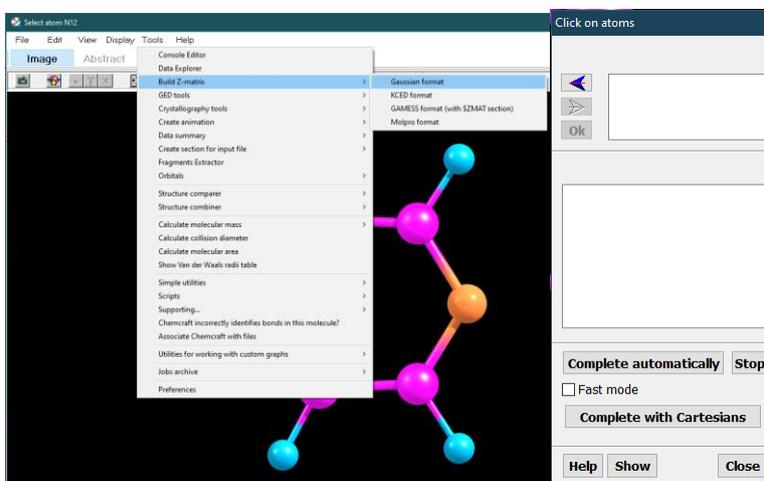

Рис. 9. Вывод z-матрицы для молекулы
9. Чтобы вывести z-матрицу для молекулы пиридина, необходимо выбрать вкладку Tools/Build Z-matrix/Gaussian format, вылетит новое окно, в нем нажимаем на Complete automatically. Программа через некоторое время сформирует z-матрицы молекулы (рис. 9).